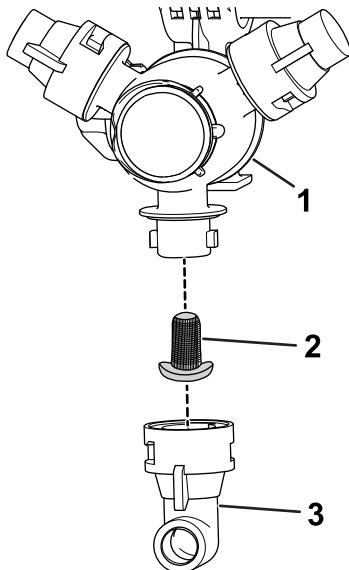

Рисунок 61
2. Снимите сопло с поворотной распылительной головки (Рисунок 61).
3. Снимите старый фильтр сопла (Рисунок 61).
4. Установите новый фильтр сопла (Рисунок 61).
Примечание: Убедитесь, что фильтр вставлен до упора.- 5. Установите сопло на поворотную распылительную головку (Рисунок 61).